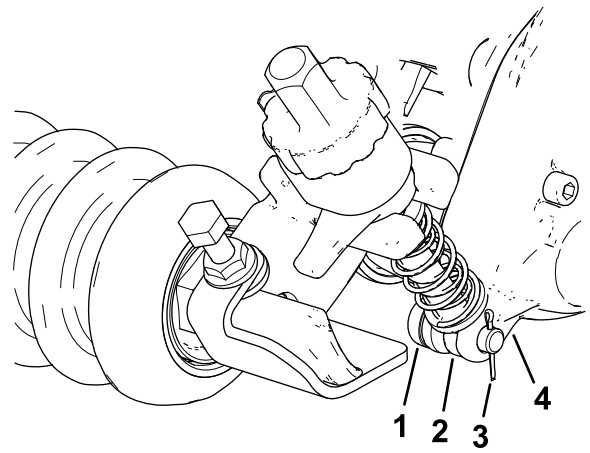

图10
2. 如图10所示，在疏草刀驱动箱上，将剪草高度支架的调整臂杆滑入驱动箱上的间隙，然后用调节销和开口销固定。